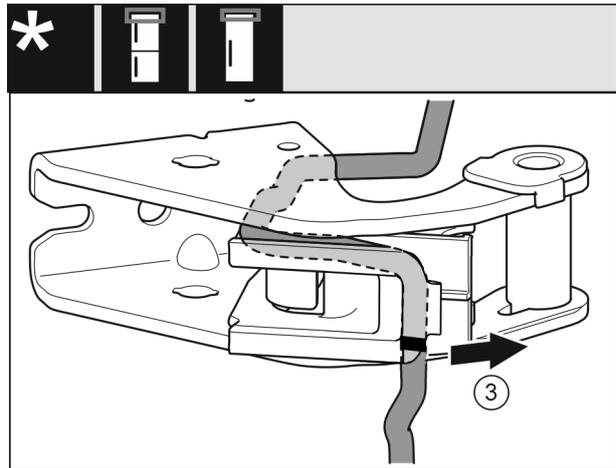

Fig. 25
- ▶ Kabel mit der Kabelhalterung vom Lagerbock demonstrieren. Fig. 25 (3)